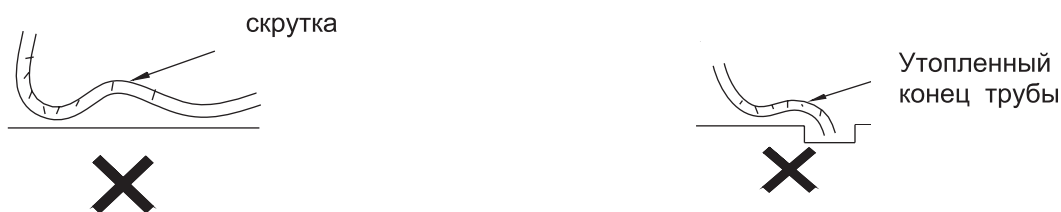

Рис. 12.2 — Неправильная установка дренажных шлангов
- Конец дренажной трубы и не должен находиться в воде (рис. 12.2).